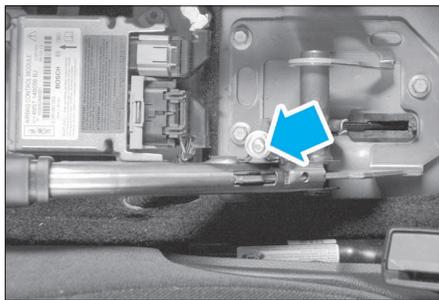

FIG. 22
- Desserrer l'écrou de réglage de câble de frein de stationnement jusqu'à l'extrémité du filetage (Fig.22).